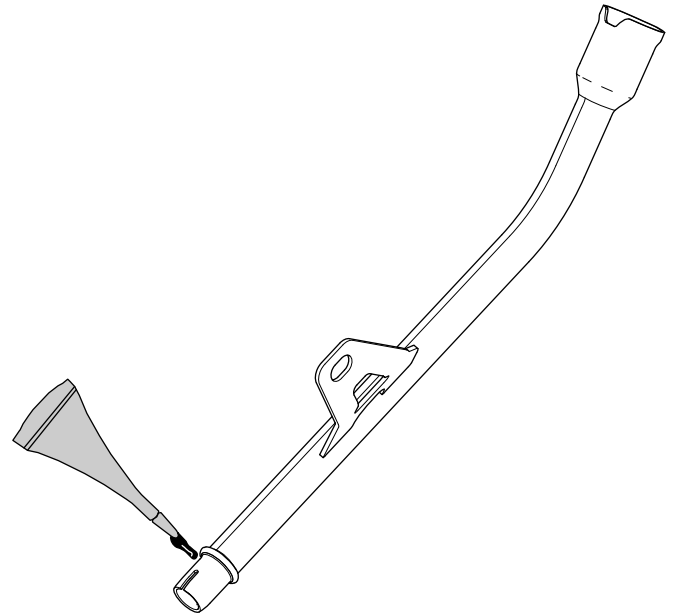

Figura 8
4. Aplique Loctite® 620 de manera uniforme alrededor de la superficie sellante del tubo de la varilla (Figura 8).